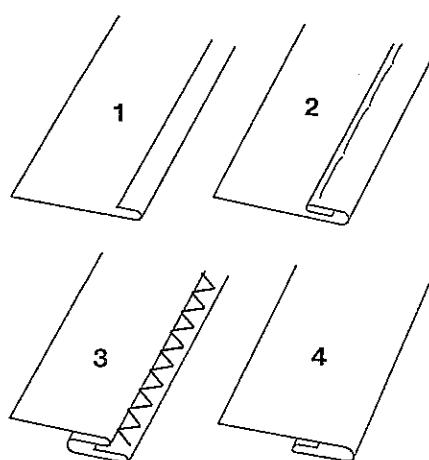

Fig. 40
Blindstichfuß einrasten. Stichlage rechts einstellen. Die Stichlänge zwischen 3 und 3,5 einstellen. Den Stoff mit der Innenseite nach oben legen und 1 cm einschlagen (Abb. 40). Nun den Saum in der gewünschten Breite umschlagen und heften (2). Dann den Saum so nach unten schlagen, daß die Kante des Umschlages etwa 3 mm vorsteht (3). Den vorgefalteten Saum unter den Nähfuß legen und den Stoffdrückerhebel senken. Mit dem Zickzackknopf die Nadel so einregulieren, daß sie beim Linksausschlag nur knapp in die Stoffkante einsticht. Die Stoffkante 6 läuft beim Nähen am Führungssteg 5 entlang. Der Saum ist richtig genäht, wenn man auf der rechten Stoffseite keinen Stich sieht (4).
Attach blindstitch foot. Set the needle position knob at the right needle position. Set a stitch length between 3 and 3,5. Turn the fabric wrong side up and fold its edge back 1 cm (1 Fig. 40). Then fold the material to the desired hem width and baste (2). Fold the hem down so that its folded edge protrudes about 3 mm (3). Place the fabric with its folded edge under the sewing foot and lower the presser bar lifter. Turn the stitch width control to adjust the position of the needle so that at the left of its throw it just catches the fabric edge. During sewing, fabric edge 6 runs along the edge of guide 5. The hem is sewn correctly if no stitches show on the right side of the fabric (4).
Mettre en place le pied pour points invisibles. Mettre l'aiguille en position à droite et régler une longueur de point entre 3 et 3,5 mm. Placer la pièce, envers en haut, sur la machine et replier son bord de 1 cm environ (1 fig. 40). Replier l'ourlet suivant la largeur souhaitée et le bâti (2). Rabattre l'ourlet vers le bas de manière que le bord du repli dépasse d'environ 3 mm (3). Poser l'ourlet préplié sous le pied-de-biche et abaisser celui-ci sur la pièce. Au moyen du bouton de réglage des points zigzags, régler l'aiguille de sorte qu'en jetée gauche, elle pique tout juste dans le bord de tissu 6. En cours de couture, celui-ci passe le long de la languette de guidage 5. L'ourlet est correctement cousu quand, à l'endroit du tissu, on ne voit pas de point (4). Dans le cas de gros lainages, l'ourlet n'est rempli qu'une seule fois. Avant ourlage, il faudra alors surfiler le bord de coupe au point zigzag.
Innestare il piedino per punto invisibile. Regolare posizione ago a destra. Regolare la lunghezza del punto tra 3 – 3,5 mm. Porre la stoffa con il rovescio in alto sulla macchina e piegarla di circa 1 cm (1 fig. 40). Piegare ora l'orlo nella* larghezza voluta ed imbastire (2). Piegare quindi l'orlo in sotto, in maniera che il bordo della piegatura avanzi di circa 3 mm (3). L'orlo così preparato viene ora messo sotto il piedino ed abbassata la leva premistoffa. Con il bottone dello zig-zag si regola ora il movimento dell'ago in maniera che prenda nella sua gittata a sinistra solo leggermente la piegatura della stoffa. La piegatura della stoffa 6 scorre durante la cucitura lungo la guida 5. L'orlo è eseguito correttamente, se non si vede alcun punto dalla parte diritta della stoffa (4). Nelle stoffe di lana grosse è sufficiente piegare l'orlo solo una volta. Il bordo tagliato deve essere precedentemente sorfilato con un punto a zig-zag.